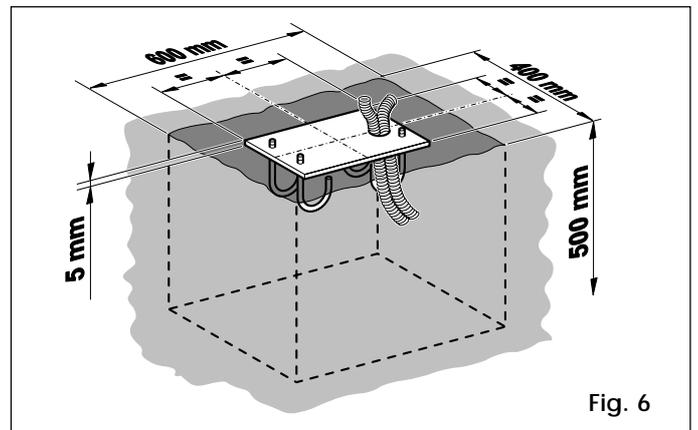

Fig. 6
- 2) Realizar el plinto de cimentación como se ilustra en la Fig. 6 (para suelo arcilloso).
- 3) Empotrar la placa de cimentación del modo indicado en la Fig. 6, instalando una o más fundas para pasar los cables eléctricos. Verificar la perfecta horizontalidad de la placa mediante un nivel, y dejar fraguar el cemento.